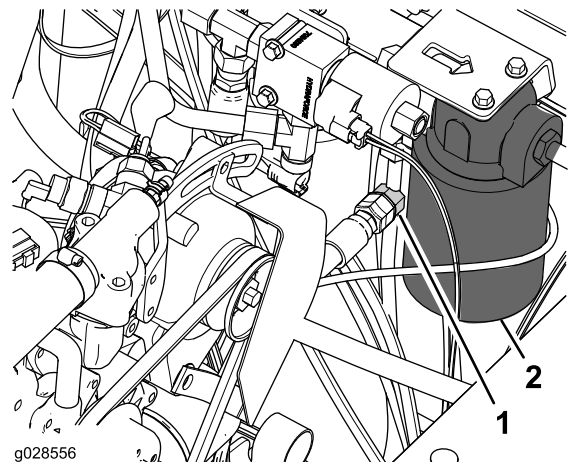

Bild 8
4. Entfernen Sie den Verschluss vom T-Anschlussstück im Hydraulikrohr neben dem Getriebeölfilter (Bild 8).
5. Schließen Sie das freie Ende des Schlauchs (3/8" x 55,6") am T-Anschlussstück (Bild 8) an und ziehen die Drehzapfenmutter des Schlauchs bis auf 37-45 Nm an.
7. Schließen Sie das freie Ende des Schlauchs (3/8" x 85,2") am T-Anschlussstück (Bild 8) an und ziehen die Drehzapfenmutter des Schlauchs bis auf 37-45 Nm an.